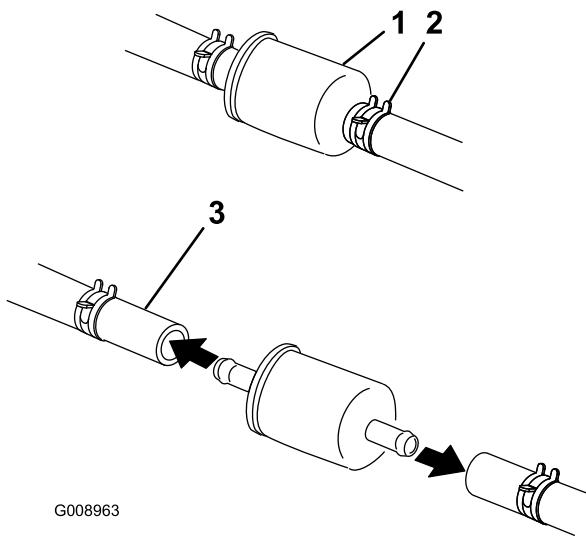

Figure 45
5. Pincez les extrémités des colliers et faites glisser ceux-ci pour les éloigner du filtre (Figure 45).
7. Posez un filtre neuf et rapprochez les colliers de fixation du filtre (Figure 45).